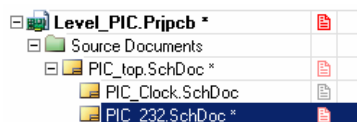

图 4.17 新建的名为“PIC_232.schdoc”的原理图
(29) 在“Confirm”消息框中单击“No”按钮，在 PIC_top.SchDoc 文件下层新建一个名为“PIC_232.schdoc”的原理图，如图 4.17 所示。